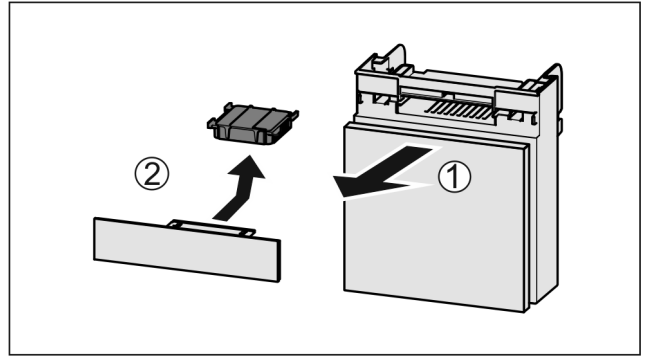

Fig. 108
- Retire el compartimiento hacia delante Fig. 108 (1).
- Retire el filtro de carbón activo Fig. 108 (2).